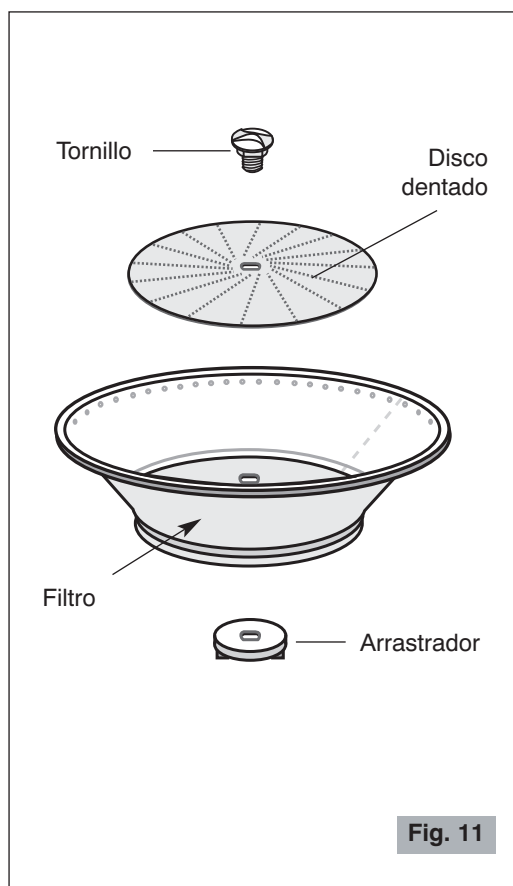

Fig. 11
La primera vez que se utiliza: enjuagar con agua corriente todos los elementos de contacto con los alimentos: el empujador, la tapa, el cesto, el recipiente, el contenedor de residuos y el retentor de pulpa (para desmontar los componentes véase Fig. 9, Fig. 10 y Fig. 11).
- **Para la limpieza periódica completa** se pueden desmontar los elementos del filtro desenroscando el arrastrador (Fig. 11).
Montar todo siguiendo el orden inverso (Fig. 11), asegurándose que se hayan apretado correctamente.